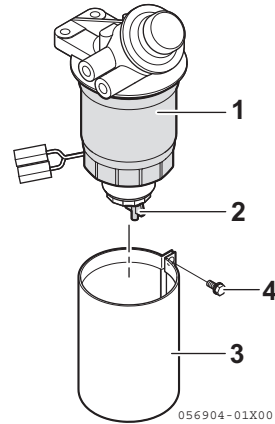

Figure 11
4. Desserrez le bouchon de purge (**Figure 11, (2)**) en bas du filtre à carburant/séparateur d'eau en tournant dans le sens inverse des aiguilles d'une montre et purgez l'eau ou les sédiments.